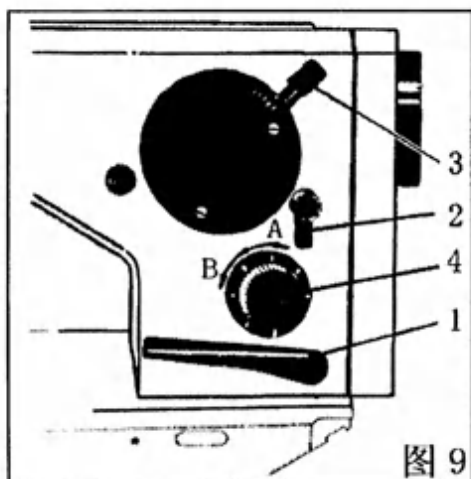

图 9
19、调整线迹长度和倒缝(图 9)：
20、调整线迹宽度:(图 9)